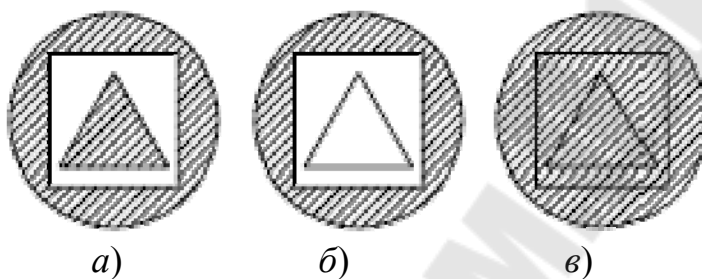

Рис. 2.73. Стили штрихования:
**Нормальный** – штриховка или заливка наносятся вовнутрь, начиная от внешнего контура (рис. 2.73, а). При обнаружении внутреннего островка нанесение штриховки или за-
**Внешний** – штриховка или заливка наносятся вовнутрь, начиная от внешнего контура (рис. 2.73, б). В этом режиме штриховка или заливка наносится только в заданной области и не влияет на внутренние островки.
**Без островков** – штриховка или заливка наносятся с игнорированием всех внутренних объектов поверх них (рис. 2.73, в).